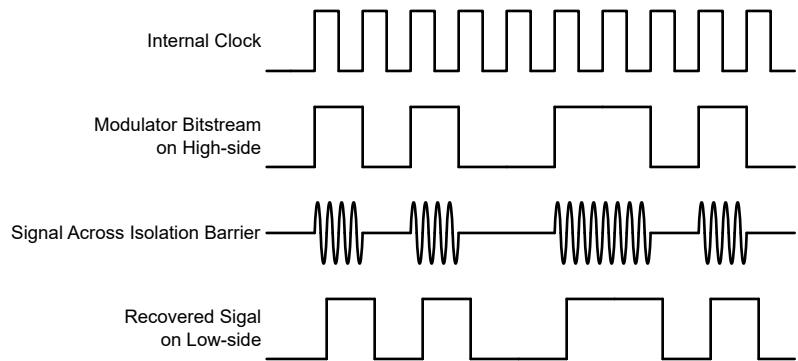

図 6-1. OOK ベースの変調方式
図 6-1 に示されているように、AMC0100R は、オン / オフ キーイング (OOK) 変調方式を使用して、変調器の出力ビットストリームを、 $\text{SiO}_2$  ベースの絶縁膜間で伝送します。送信ドライバ (TX) をに セクション 6.2 示します。TX は、内部で生成された高周波キャリアを絶縁バリア越しに送信し、デジタル 1 を表現します。ただし、TX はデジタル 0 を表す信号を送信しません。AMC0100R で使用されるキャリアの公称周波数は 480MHz です。